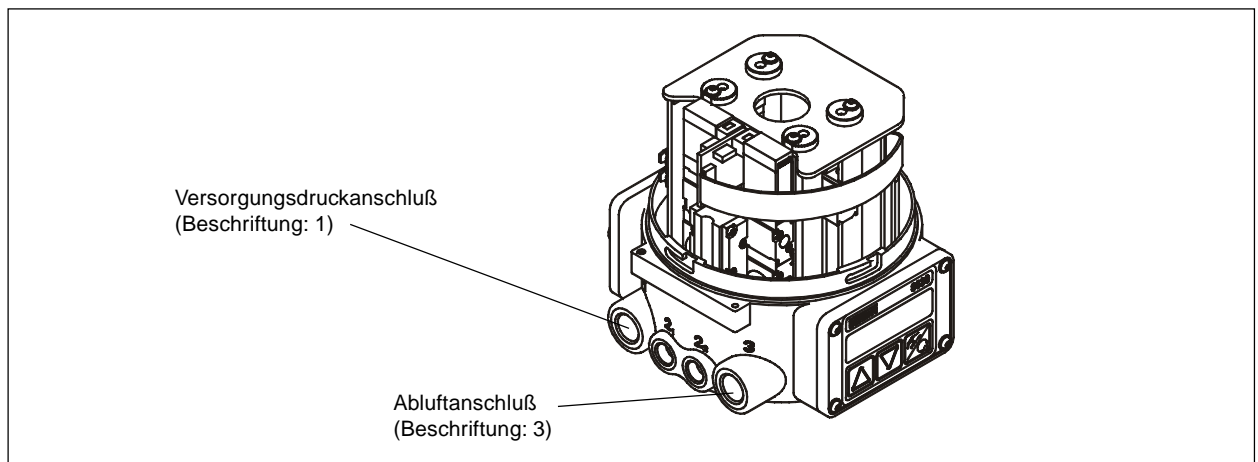

Bild 5.1: Fluidische Anschlüsse des TopControl
- ➔ Legen Sie den Versorgungsdruck an den Druckanschluß 1 - (Bild 5.1)
- ➔ Montieren Sie die Abluftleitung oder den Schalldämpfer an den Abluftanschluß 3 (Bild 5.1)